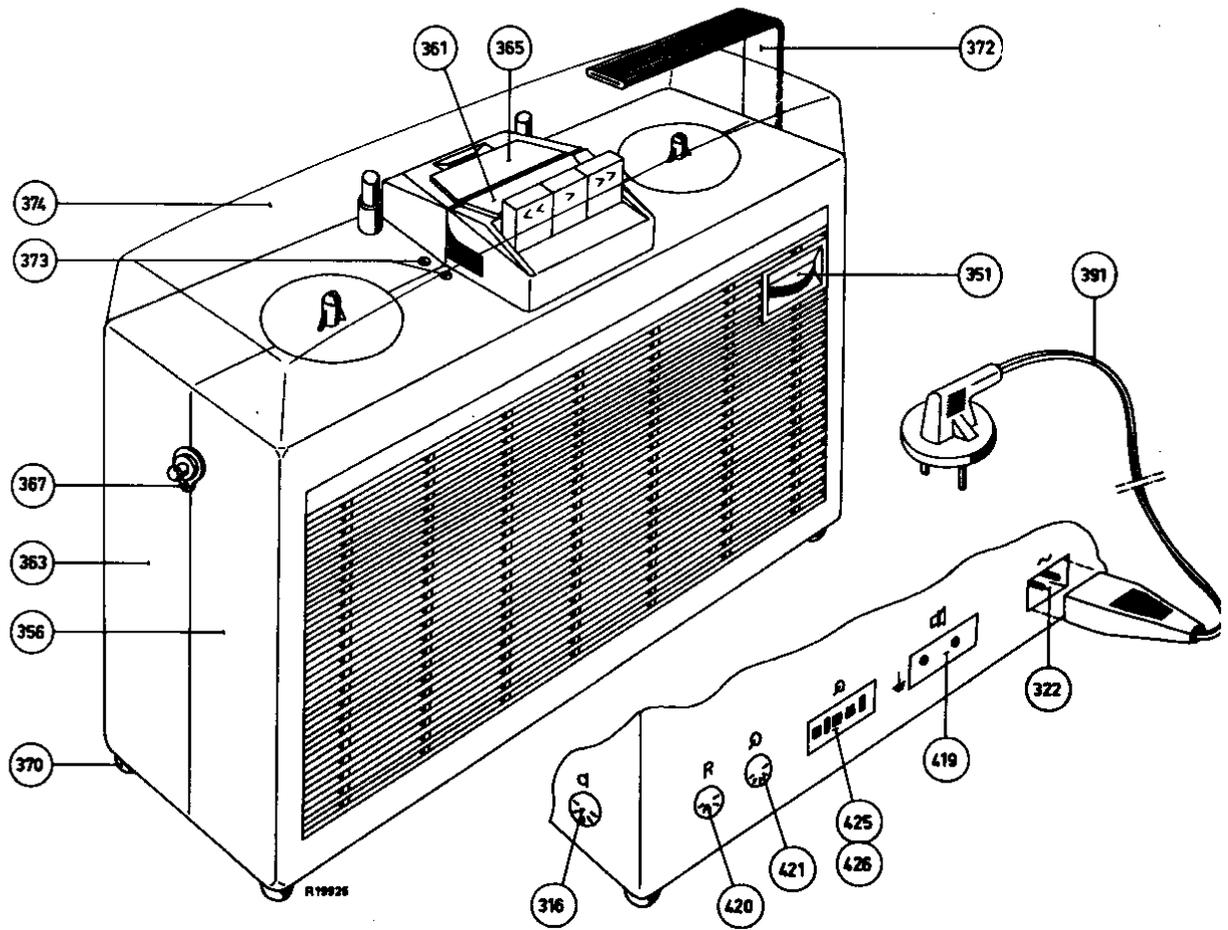

Fig.23
1. Sortir l'appareil du boîtier (fig. 23)